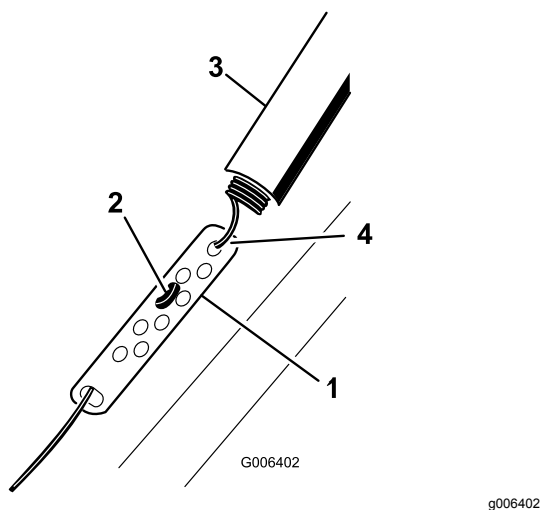

Figura 20
1. Deslice hacia arriba el protector del muelle y desenganche el muelle de la pletina de ajuste (Figura 20).